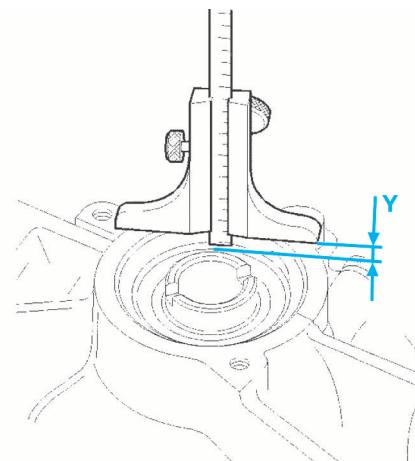

Fig.2
-à l'aide d'une jauge de profondeur, mesurer la distance (Y) entre le plan de joint du carter et la bague extérieure du roulement (Fig.2).